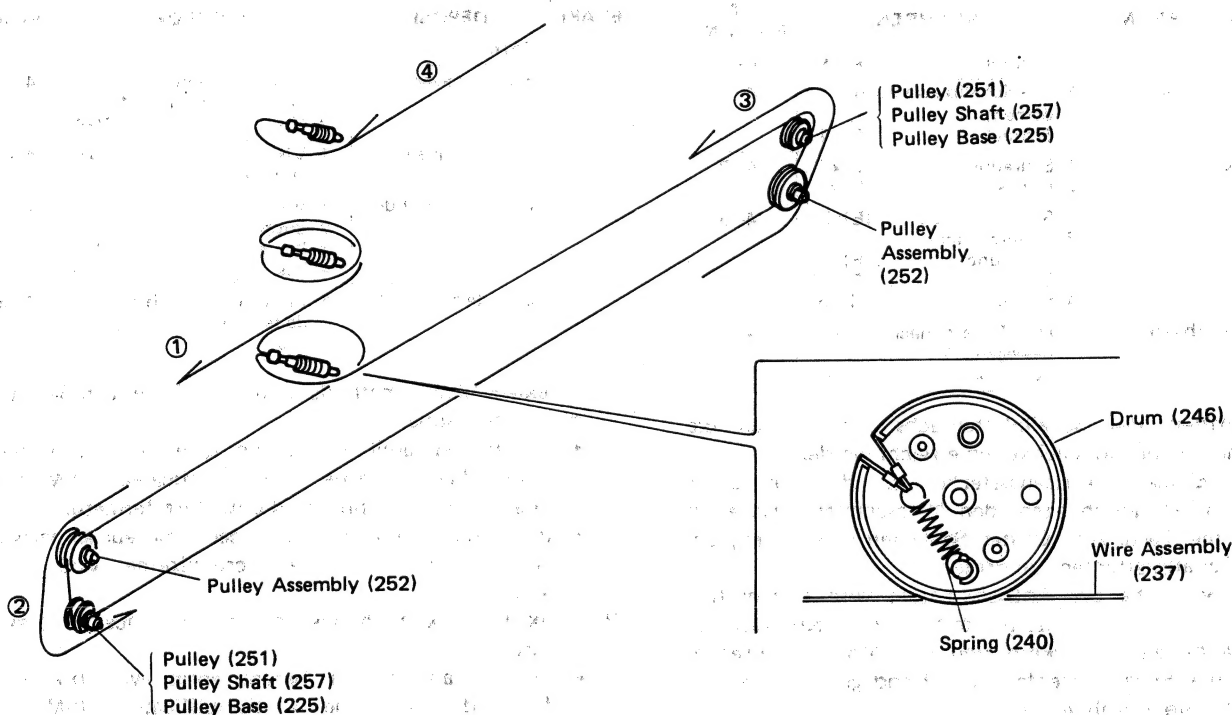

Figure 6-1
⑤
1. Turn the drum to the rest position, and stretch the wire in the numerical order as shown in Fig. 6-1.
④
1. Die Trommel bis zur Ruheposition drehen, dann den Draht gemäß Abb. 6-1 in der numerischen Reihenfolge spannen.
③
1. Tourner le tambour sur la position d'appui et passer le fil dans l'ordre numérique comme le montre la Fig. 6-1.